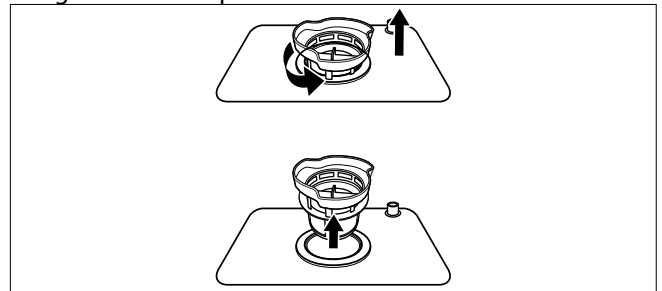

Fig. 24 – Retrait du filtre
- ▶ Pour enlever le système de filtrage, dévissez le filtre fin et retirez-le (voir **Fig. 24**).